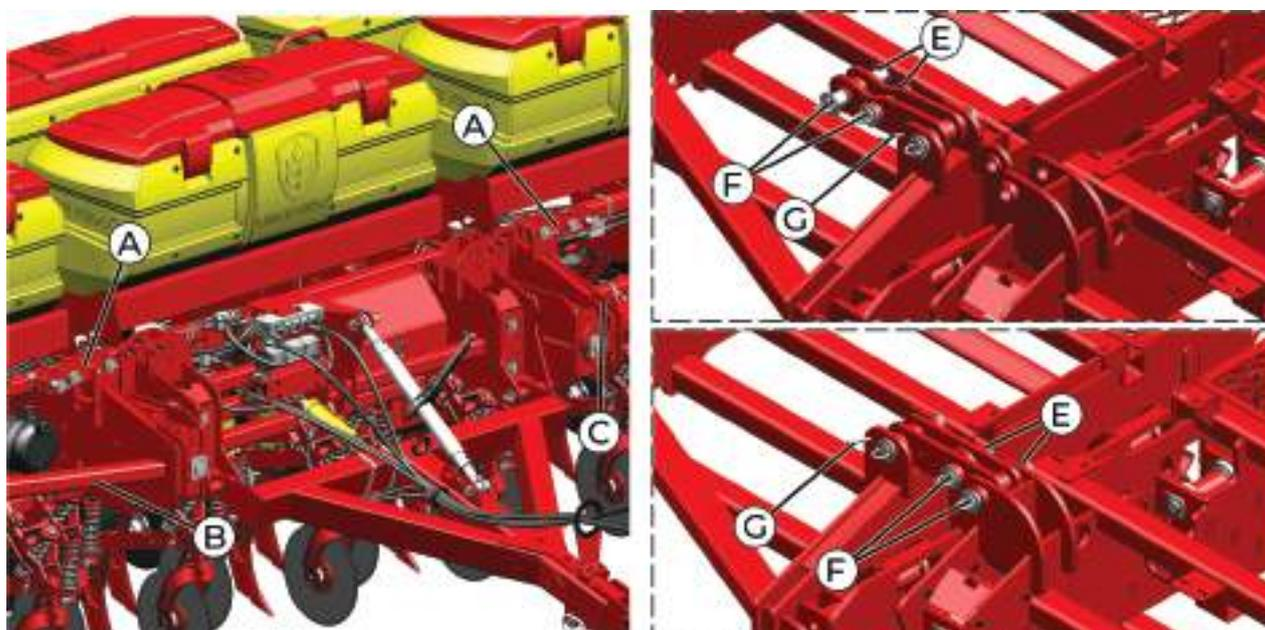

fig. 144
A trava (A) (fig. 144) permite o bloqueio na articulação dos chassis direito (B) e esquerdo (C). Ela só deve ser utilizada quando for realizar o transporte do implemento em caminhões ou usando dispositivos de içamento.